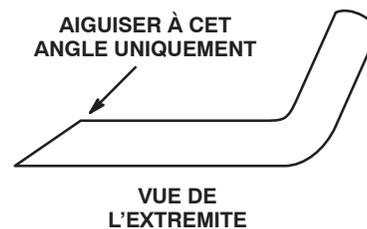

Figure 28
3. Examinez les tranchants de toutes les lames et aiguisiez-les s'ils sont émoussés ou ébréchés. N'aiguissez que le haut du tranchant et conservez l'angle de coupe d'origine pour obtenir une coupe nette (Fig. 28). Limez la même quantité de métal sur chacun des deux tranchants pour ne pas déséquilibrer la lame.